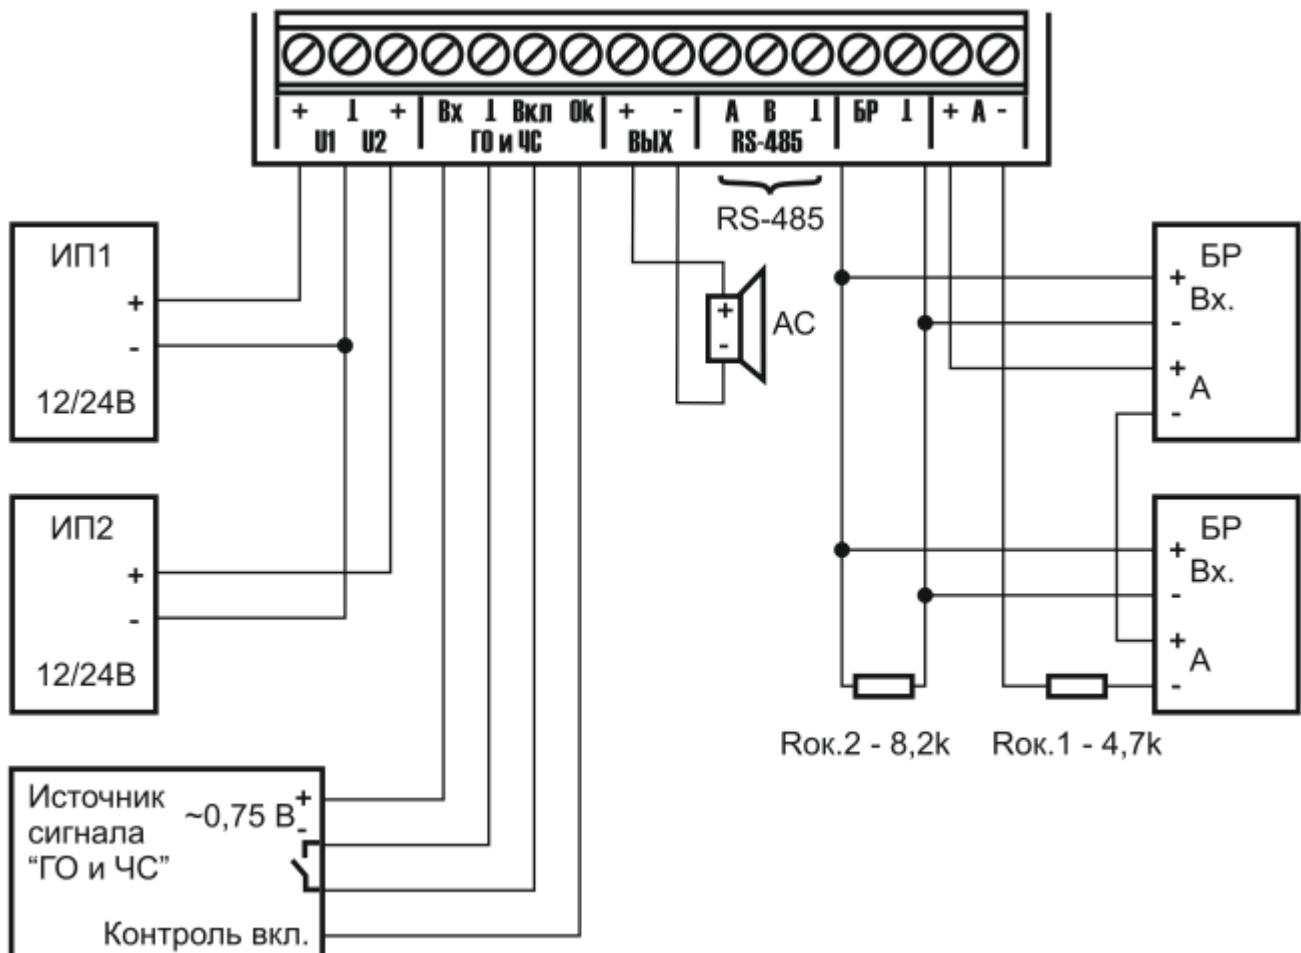

Рис. 2 Схема подключения
4.4.4 В случае использования блоков расширения подключить выход «БР» к входам «Вх.» данных блоков. В конце линии установить оконечный резистор 8,2 КОм. Далее соединить все входы «+ А -» блоков расширения последовательно через оконечный резистор 4,7 КОм и подключить их к выходу контроля блоков расширения, как показано на Рис. 2.
* под неисправностью понимается неисправность любого из блоков расширения, подключенных к цепи контроля (см. Рис. 2) или обрыв непосредственно самой цепи контроля блоков расширения.